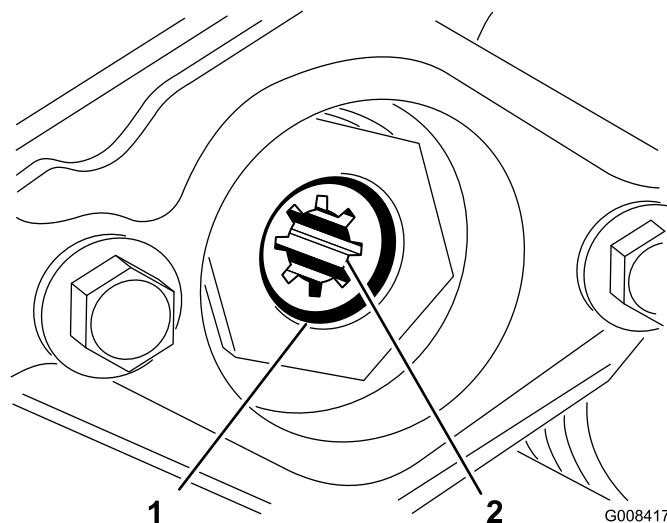

Figure 15
3. Vis Allen (2)
- D. Retirez le jonc d'arrêt qui fixe l'accouplement d'entraînement dans le tube du cylindre (Figure 15). Enlevez l'accouplement d'entraînement.